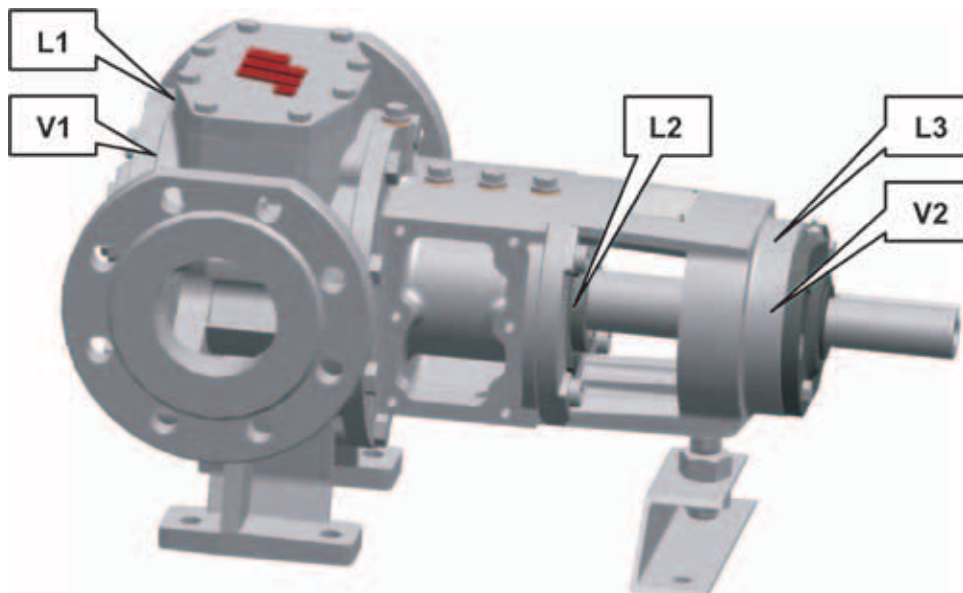

Figura 1 – Indicación de las posibilidades de control (opcional)
El control de la temperatura de la superficie siempre es extremadamente importante en las siguientes áreas, véase figura 1:
- Control de la temperatura de la superficie del cuerpo de la bomba en los lugares indicados (vea figura 1 y 2) y un control del líquido de lavado en el caso de cierre mecánico con lavado, que asegure suficiente protección contra situaciones peligrosas.